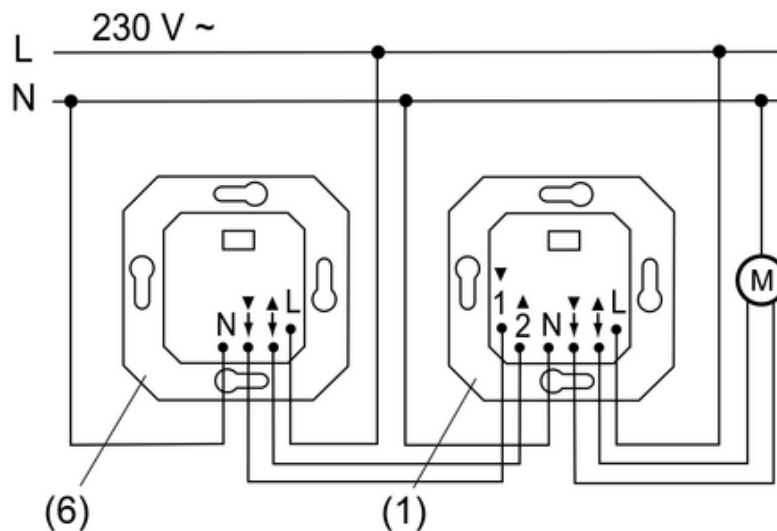

Figura 2: Uso con regolatore esterno
- Unità di comando veneziana (1) per il comando in sito. Facoltativo: collegamento di un regolatore esterno (6) (figura 2). Come regolatore secondario, al posto dell'unità di comando veneziana, è anche possibile utilizzare un tasto meccanico della veneziana o un interruttore della veneziana.